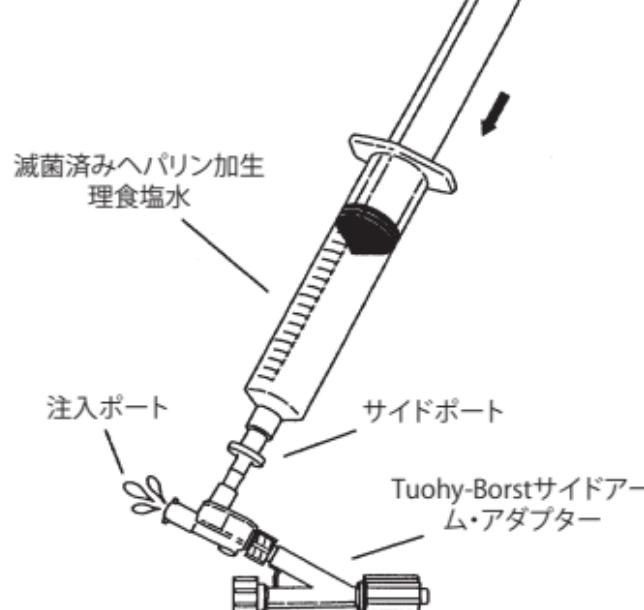

図2
4. デュアルチェックバルブを透明な Tuohy-Borst アダプターに接続します。Tuohy-Borst バルブは完全に閉める必要があります。ヘパリン加生理食塩水20 mlを入れたシリンジをデュアルチェックバルブ アダプターのサイドポートに接続し、注入ポートから徐々に空気を追い出します。(図2)